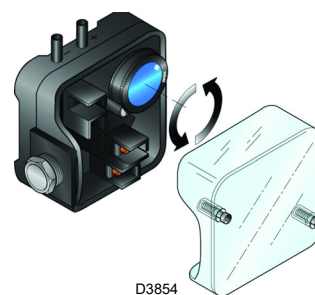

Abb. 28
- Stellen Sie den Luftdruckwächter (Abb. 28 auf Seite 27) auf den Skalenanfangswert ein.
Führen Sie die Einstellung des Luftdruckwächters aus, nachdem alle anderen Einstellungen des Brenners bei auf den Skalenanfang eingestellten Luftdruckwächter vorgenommen wurden (Abb. 28).